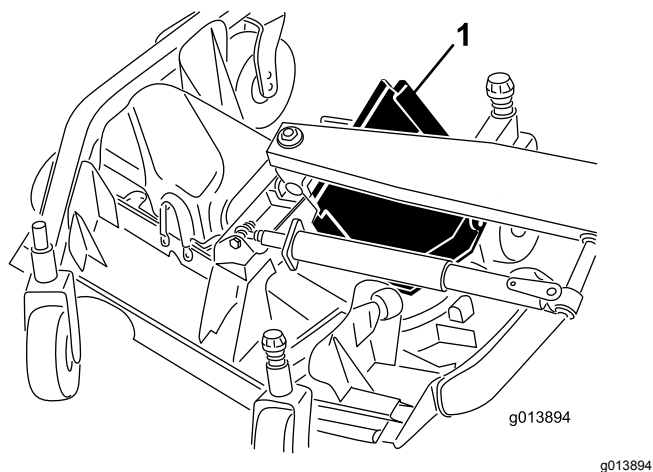

Bild 68
6. Heben Sie die vordere Kante an und führen sie zwischen dem Hubarm und der Rolle, um sie zu entfernen (Bild 68).